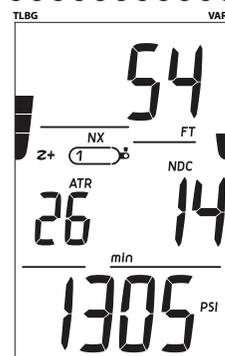

Fig. 52A - ÉCRAN PRINCIPAL DE PLONGÉE SANS DÉCOMPRESSION (mélange gazeux 1 en service, avec pression)
**ÉCRAN PRINCIPAL DE PLONGÉE SANS DÉCOMPRESSION** : paramètres affichés (Fig. 52A/B)